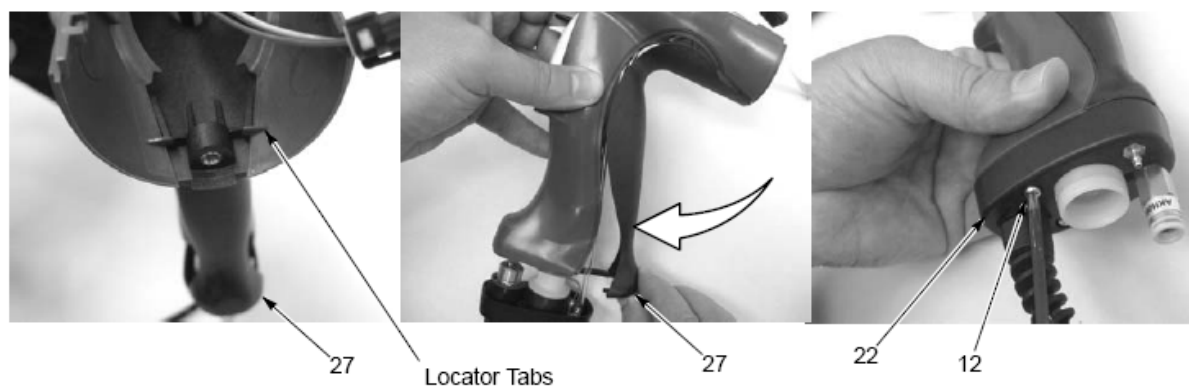

图 5-12 接地垫和枪把座组装到枪把上
11. 如图 5-12 所示。使用 M3 x 20 螺钉 (12) 将枪把座 (22) 安装于枪把组件。仅能手动拧紧固定螺钉。